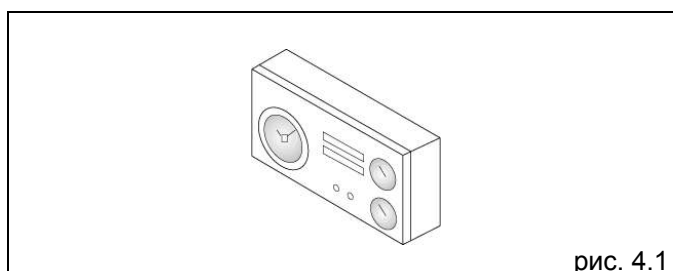

рис. 4.1
- Отрегулируйте термостат температуры в помещении (если он установлен) на нужную температуру (приблизительно 20°C) (рис. 4.1).